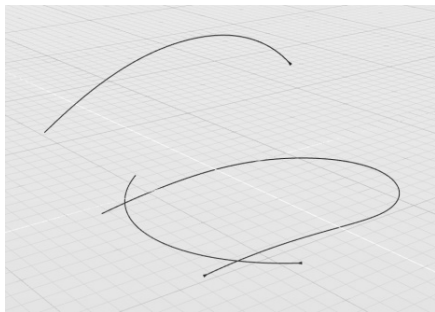

图 4-138 打开练习文件
1) 打开素材文件夹“练习（4.4.7_1）”中的 Evolve 文件，该文件中包含 3 条曲线，如图 4-138 所示。